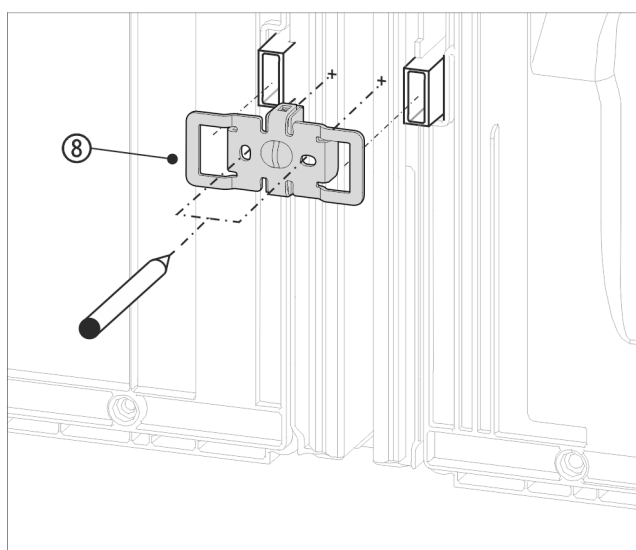

Fig. 16 Representación a modo de ejemplo
- ▶ Deslice el ángulo Fig. 16 (8) con los orificios sobre el soporte del espaciador de pared.